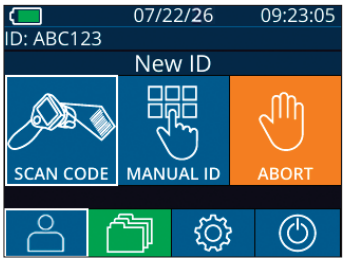

Fig. 14
- 2) Introducir manualmente el ID del paciente con caracteres alfanuméricos o numéricos (Fig. 14).